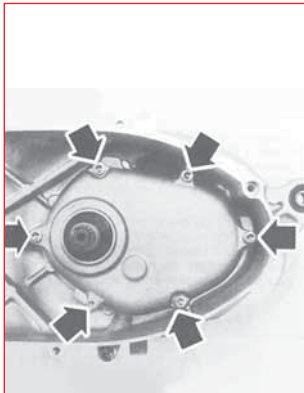
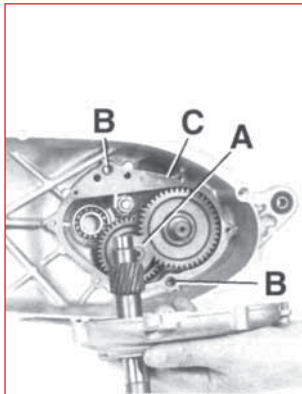

fig. 1
fig. 2
- Pulire accuratamente la parte interna del carter trasmissione principalmente nella zona del coperchio della scatola del riduttore finale (fig. 1).
- Rimuovere il coperchio della scatola trasmissioni (fig. 1) togliendo le viti indicate dalle frecce. Fare attenzione a non danneggiare la guarnizione di tenuta C (fig. 2) e di non smarrire le boccole di centraggio B (fig. 2).
- Pulire la zona interna della scatola di riduzione finale e controllare l'esatta posizione di eventuali rasamenti A (fig. 2) o distanziali presenti all'interno della scatola stessa.
- Carefully clean the inside of the main transmission casing in the zone of the final gearbox cover (fig.1).
- Remove the transmission box cover (fig. 1) removing the screws indicated by the arrows. Take care not to damage gasket C (fig. 2) and not to mislay the centering bushes B (fig. 2).
- Clean the inside of the final gearbox and check the exact position of any shims A (fig. 2) or spacers inside the box.
- Nettoyer soigneusement l'intérieur du carter de transmission, surtout dans la zone du couvercle du boîtier du réducteur final (fig. 1).
- Enlever le couvercle de la boîte de transmission (fig. 1) en retirant les vis indiquées par les flèches. Faire attention à ne pas endommager le joint d'étanchéité C (fig. 2) et à ne pas perdre les bagues de centrage B (fig. 2).
- Nettoyer l'intérieur du boîtier du réducteur final et contrôler la position exacte des cales A (fig. 2) ou entretoises se trouvant éventuellement dans le boîtier même.
- Das Innere des Antriebsgehäuses sorgfältig reinigen, insbesondere im Bereich des Deckels der Enduntersetzung (fig. 1).
- Den Deckel des Antriebsgehäuses entfernen (fig. 1). Dazu die durch Pfeile gekennzeichneten Schrauben abschrauben. Während dieses Vorgangs ist darauf zu achten, die Abdichtung C (fig. 2) nicht zu beschädigen und die Zentrierbuchsen B (fig. 2) nicht zu verlieren.
- Das Innere des Untersetzungsgetriebegehäuses reinigen und etwaige Zwischenscheiben A (fig. 2) oder Distanzstücke im Innern des Gehäuses auf ihre exakte Positionierung überprüfen.
- Limpiar cuidadosamente la parte interna del cárter de transmisión principalmente en la zona de la tapa de la caja del reductor final (fig. 1).
- Retirar la tapa de la caja de transmisiones (fig. 1) quitando los tornillos indicados por las flechas. Poner atención para no dañar las juntas de retención C (fig. 2) y no perder los anillos de centrado B (fig. 2).
- Limpiar la zona interna de la caja de reducción final y controlar la exacta posición de eventuales niveladores A (fig. 2) o espaciadores presentes adentro de la caja misma.
- Montare il coperchio della scatola di riduzione finale, **fig. 1**, dopo aver controllato la perfetta integrità della guarnizione C **fig. 2** oppure qualora sia presente la pasta per guarnizione, riutilizzare la pasta per guarnizioni per creare la nuova guarnizione. Qualora la guarnizione non sia perfetta sostituirla con una nuova originale. Serrare le viti indicate in **fig. 1** con una coppia di serraggio di 12Nm. Controllare che la ruota ruoti liberamente senza sforzo per verificare il corretto montaggio.
- First of all check if the gasket C **fig. 2** is in perfect condition and then fit the cover of the final gearbox, **fig. 1**. Otherwise, if the gasket paste is supplied, re-use it to create the new gasket. If the gasket is not perfect, check if the wheel turns smoothly without excessive effort.
- Monter le couvercle du boîtier de réduction finale, **fig. 1**, après avoir contrôlé que le joint C, **fig. 2**, est parfaitement intègre; ou, s'il y a de la pâte pour joints, ré-utiliser cette pâte pour créer le nouveau joint. Si le joint n'est pas en parfait état, le remplacer avec un autre joint d'origine. Serrer les vis indiquées en **fig. 1** à un couple de serrage de 12Nm. Pour vérifier que le montage est correct, contrôler que la roue tourne librement et sans efforts.
- Den Deckel des Untersetzungsgetriebegehäuses montieren, **fig. 1**. Anschließend den einwandfreien Zustand der Abdichtung C **fig. 2** überprüfen oder falls die Dichtungspaste vorhanden ist, eine neue Dichtung vorsehen. Falls die Abdichtung in irgend einer Weise Mängel aufweist, diese mit einer neuer Original-Abdichtung ersetzen. Die Schrauben wie in Abb.1 angegeben mit einem Anzugsmoment von 12 Nm anziehen. Danach kontrollieren, dass die Räder mühelos frei laufen, was auf eine ordnungsgemäße Montage schließen lässt.
- Montar la tapa de la caja de reducción final, **fig. 1**, después de haber controlado la perfecta integridad de la junta C **fig. 2**, o si se encuentra la pasta para juntas, utilizarla para crear la junta nueva. Si la junta no estuviese perfecta sustituirla con una nueva original. Ajustar los tornillos indicados en la **fig. 1** con un par de cierre de 12Nm. Controlar que la rueda gire libremente sin esfuerzo para verificar el correcto montaje.